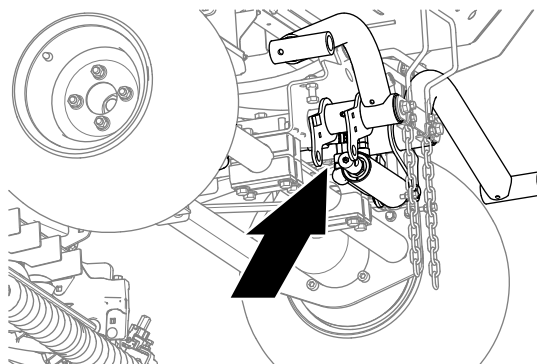

Bild 11
1. Stellen Sie eine Auffangwanne unter die Hydraulik-Anschlussstücke des Hubzylinders (Bild 11).